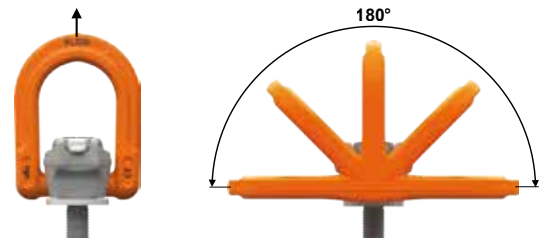
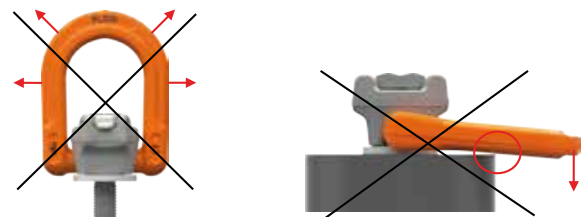

Bild 1: erlaubte Belastungsrichtungen die bei bestimmungsgemäßem Gebrauch auftreten können.
Bild 2: Nicht erlaubte Anwendung.
**Belastung:** Die Belastung darf nur in der vorgegebenen Richtung (Bild 1) mit der maximalen Tragfähigkeit lt. Tabelle 1 und unter Berücksichtigung der hier angegebenen Einsatzbedingungen erfolgen.
Die Anschlagpunkte sind zwar kugelgelagert, aber um ein Verklemmen des Ringes zu vermeiden sollten Sie den Ring vor der Belastung in die erlaubte, erforderliche Zugrichtung ausrichten (Bild 1). Dies gilt insbesondere beim Heben der Last mit Mehrstranggehängen. Bei nicht ausgerichtetem Ring (unerlaubte Belastung nach Bild 2) könnte sich der Ringhalter unter Last schlagartig ausdrehen, und es kommt zu erheblicher Gefahr für Last und Personen.
- Zugrichtung nicht im vorgegebenen Bereich lt. Bild 1 liegt.